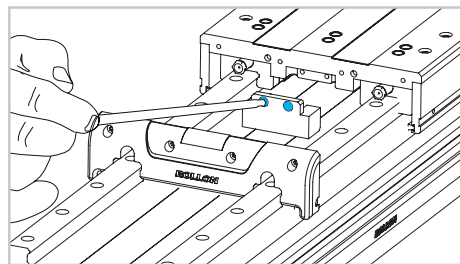

Fig. 3
- 2) Rimuovere il bloccante interno su entrambi i lati del carro (Fig. 3).